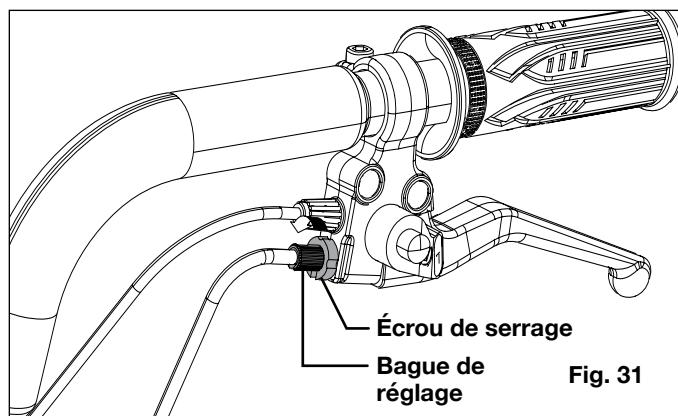

Fig. 31
4. Desserrez la bague de réglage et l'écrou de serrage en les tournant dans le sens antihoraire (Fig. 31).